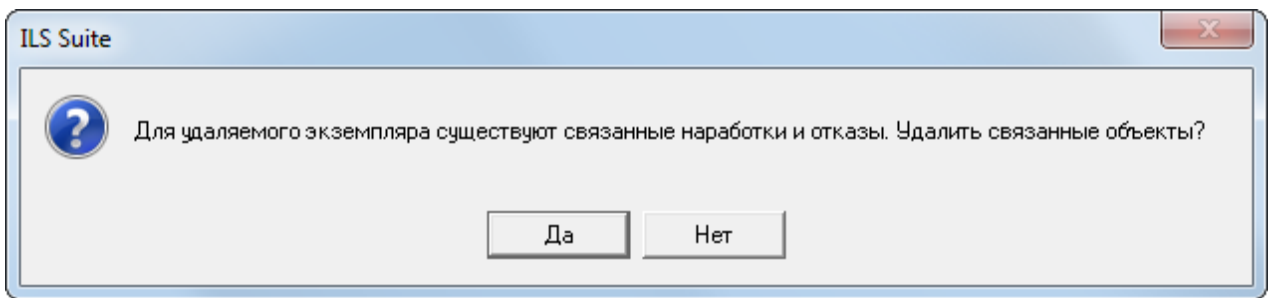

Рис. 13-21 – Проверка на наличие связи с наработкой и неисправностями
4) Если удаляемый экземпляр ФИ связан с наработкой и/или неисправностями, выводится диалоговое окно (рис. 13-21).